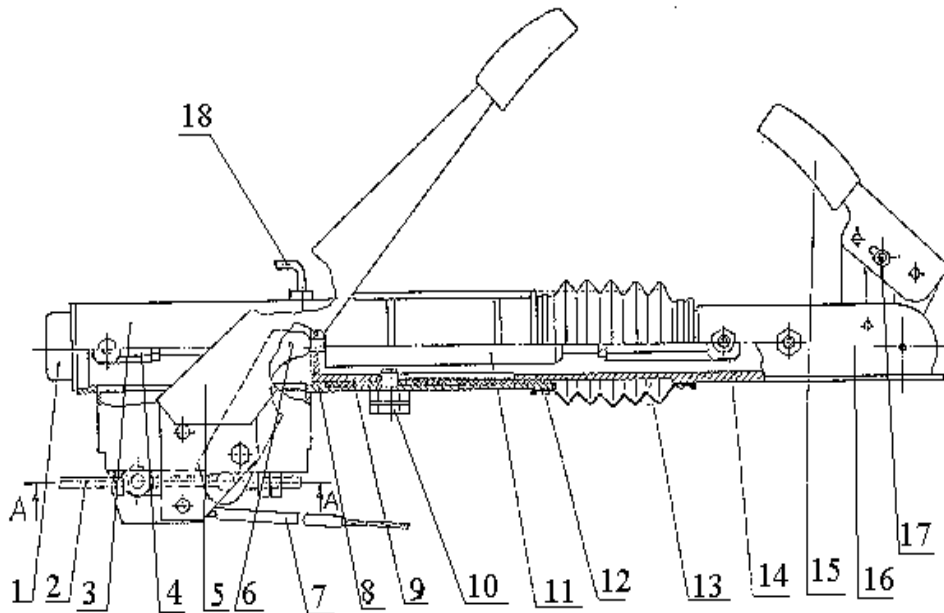

Рис. 2.
1. 3. УСТРОЙСТВО УПРАВЛЕНИЯ (рис. 2)
- ⇒ надежность крепления и контровки стопорного болта устройства управления (см. рис.2)